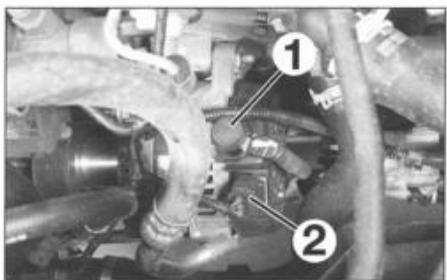
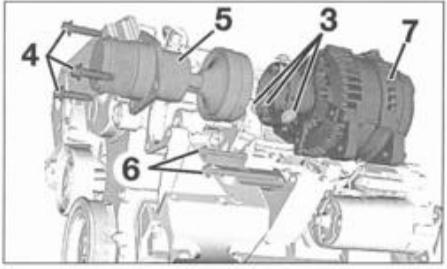

FIG. 6
FIG. 7
- el cable de unión batería (1) (**fig. 6**).
- el conector (2).
- Desatornillar sin desmontarlos los tornillos de fijación del desacoplador del alternador (3) (**fig. 7**).
- los tres tornillos (4) del desacoplador.
- el desacoplador (5).
- los dos tornillos de fijación (6) del alternador.
- el alternador (7).